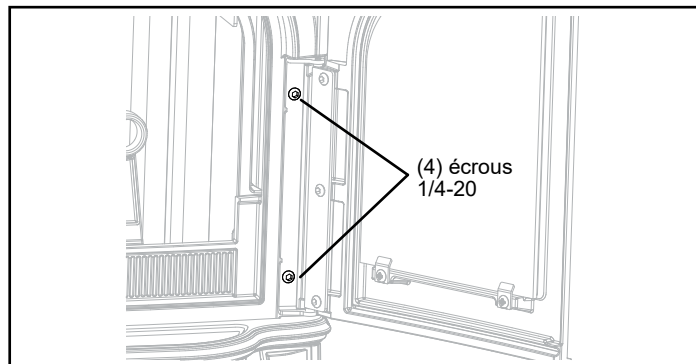

Figure 3.1
1. Retirez les assemblages de porte gauche et droit en retirant les (4) écrous 1/4-20 situés à l'intérieur de l'ouverture de la porte, Figure 3.1.